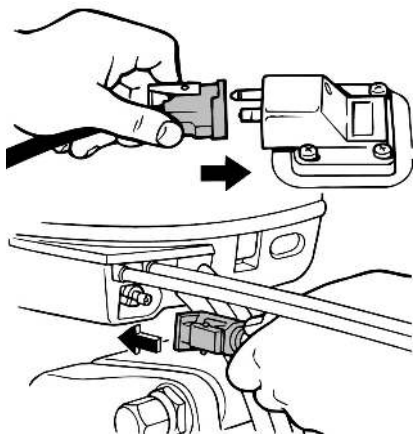

Рис. 31 Подключение внешнего топливного бака
2. Соедините разъемы топливного шланга с разъемами на внешнем топливном баке и моторе (Рис. 31).